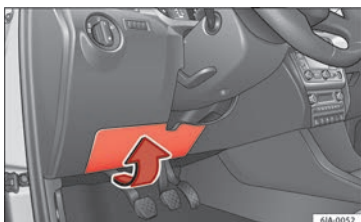

Fig. 55 No painel de instrumentos do lado do condutor: tampa da caixa de fusíveis.
- Incline com cuidado a cobertura na direção da seta e remova-a » **Fig. 55.**